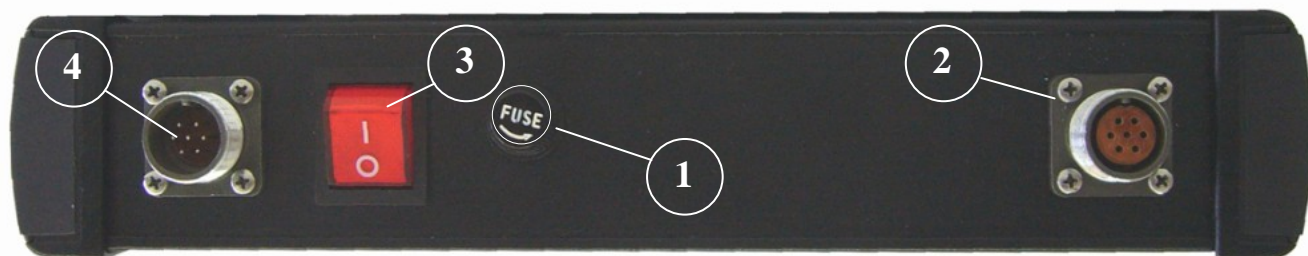

Рисунок 4.3 Верхняя панель модуля МД-Э:
На верхней боковой панели модуля расположены (см.рис.4.3):
6.3.2 Модуль МД-Э подключается непосредственно к источнику постоянного тока напряжением 24 В к разъему (2), установленному на верхней панели модуля (см. рис. 4.3). С помощью преобразователя напряжения он может быть подключен к сети 220 В, 50 Гц (разъем 2). Электромагнит подключается к разъему (4) установленному на верхней панели модуля.